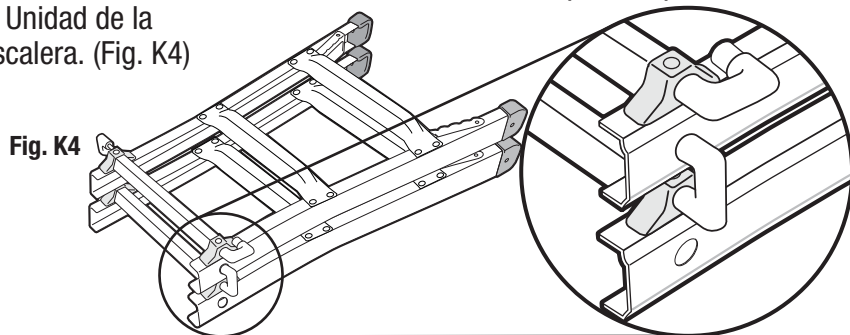

Fig. K4
4. Coloque la segunda Unidad Externa de la escalera (con los peldaños mirando hacia arriba) encima de la primera Unidad Externa de la Escalera. Gire los pasadores de bloqueo del riel sobre la parte inferior Externa de la Unidad de la Escalera dentro de los orificios de la parte superior Externa de la Unidad de la Escalera. (Fig. K4)